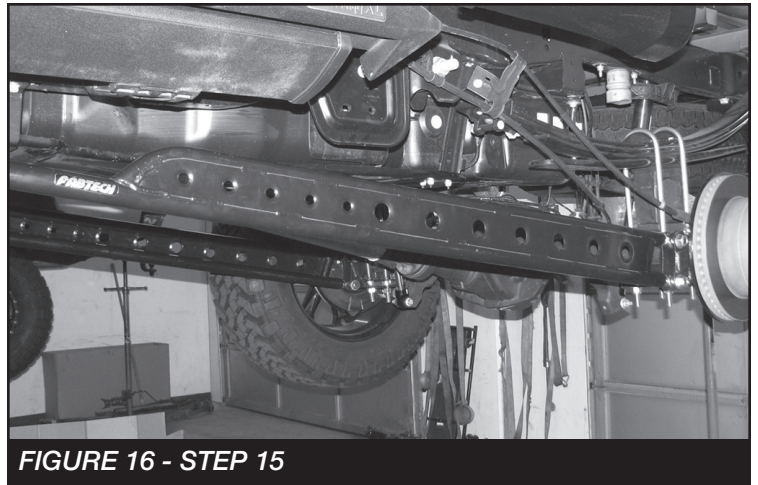

FIGURE 16 - STEP 15
15. **SEE FIGURE 16 FOR COMPLETED INSTALL**